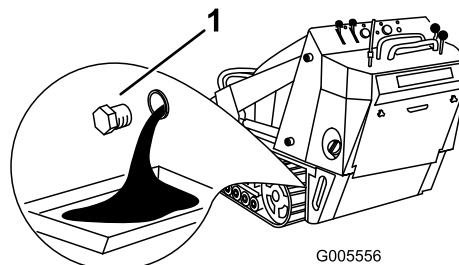

Рисунок 32
- Снимите заглушку слива (Рисунок 32).